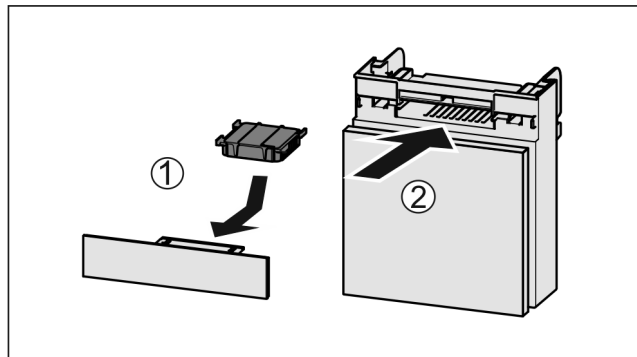

Fig. 77
► Aktif karbon filtresini şekildeki gibi yerleştirin Fig. 77 (1).
► Rafı içeri itin Fig. 77 (2).